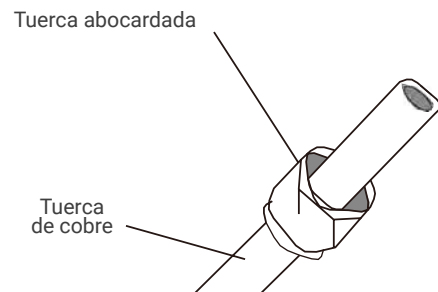

Fig. 5.3
3. Coloque las tuercas abocardadas en ambos extremos de la tubería. Asegúrese de que las tuercas están en la posición correcta, porque no puede colocarlas encima ni cambiar su posición después del abocardado. Vea la Fig. 5.3.